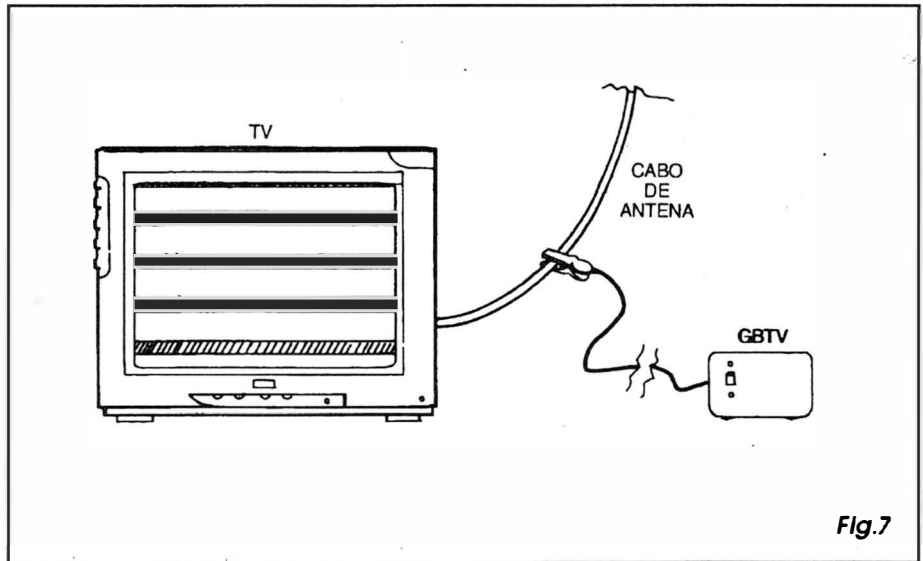

Fig.7
- FIG. 7 - OS AJUSTES... - A figura diz tudo... Ligar o aparelho de TV (de preferência um em bom estado, para que não se falseiem as calibrações iniciais...) e sintonizar um canal vago (onde não exista, no local, emissora comercial de TV operando...) entre o 2 e o 7 (idealmente 3 ou 4...). Aplicar a garrinha *jacaré* da extremidade do *rabicho* de saída do GBTV ao cabo de antena do receptor (não é preciso desconectar a antena...) e ligar o interruptor do instrumento... Em seguida, inicialmente com o *trim-pot* do circuito em sua posição média, ajustar o *trimmer* até que as barras (ou qualquer manifestação equivalente...) se apresentem na tela da TV... A seguir (após obter uma sintonia clara e firme...) deve-se agir sobre o *trim-pot*, procurando lentamente ajustá-lo de modo a conseguir uma imagem bastante fixa, que não *ande* na tela, nem fique cintilando, e com o desejado número de barras alternadas, pretas e brancas (notar que não importa o fato do receptor ser colorido: as barras serão sem-